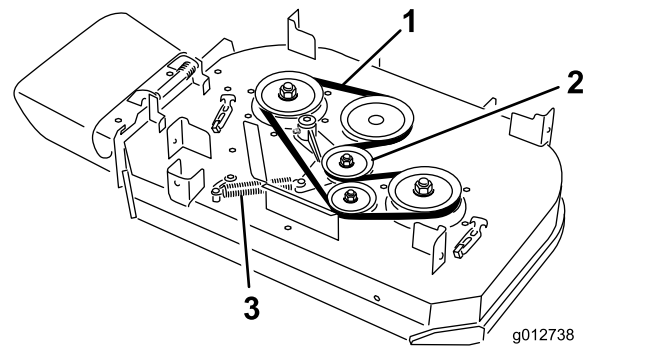

Figura 62
4. Desenganche el muelle de la clavija del brazo de la polea tensora (Figura 62).
5. Retire la correa usada del cortacésped (Figura 62).
6. Instale la correa nueva alrededor de la polea del embrague, las poleas de la carcasa y la polea tensora (Figura 62).
7. Enganche el muelle en la clavija del brazo de la polea tensora (Figura 62).
5. Retire la correa derecha de la carcasa de corte (Figura 62).
- A. Desenganche el muelle de la clavija del brazo de la polea tensora (Figura 62).
- B. Retire la correa usada del cortacésped (Figura 62).
- C. Instale una correa nueva alrededor de las poleas de la carcasa, la polea del embrague y la polea tensora (Figura 62).
7. Instale la correa que retiró anteriormente o una correa nueva alrededor de las poleas de la carcasa y la polea tensora (Figura 62).
8. Enganche el muelle en la clavija del brazo de la polea tensora (Figura 62).